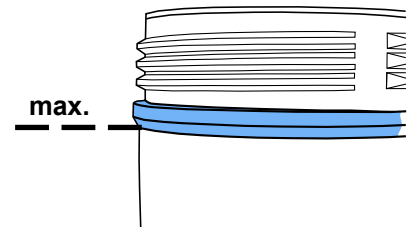

Fig. 7
- ⇒ Pressionando a válvula de ventilação (5), deixar escapar toda a pressão de ar do depósito.
- ⇒ Desenroscar a tampa do depósito (4) (se não for possível soltar a tampa é por que ainda existe pressão dentro do depósito de jateamento >>> Pressionar novamente a válvula de ventilação!).
- ⇒ Adicionar material de jateamento até o nível máx. de enchimento (Fig. 7) (saliência no invólucro do depósito, logo abaixo da rosca).